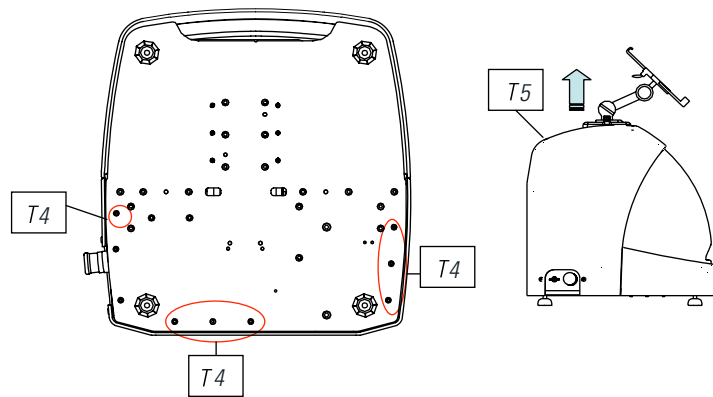

FIG. 21
- 3) Soltar 7 tornillos (T4) con una llave allen de 3.(Fig.21)